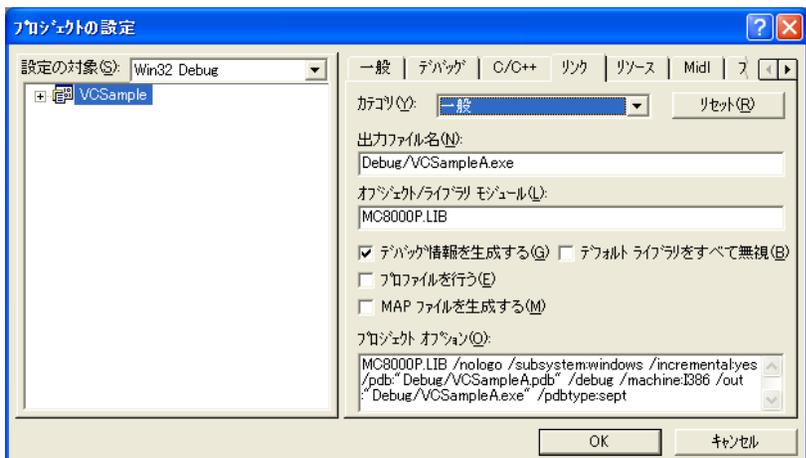

図 3.3-1 VC++6.0 プロジェクトの設定
- ① ¥Lib¥VC6フォルダに入っている2つのファイルMC8000P.libとMC8000P\_DLL.hを開発するアプリケーションのフォルダにコピーしてください。
- ② VC++の総合開発環境にてMC8000P\_DLL.hをご使用のプロジェクトに追加登録してください。また、API関数を使用するソースファイルにMC8000P\_DLL.hをincludeして下さい。
- ③ VC++6.0の場合は、[プロジェクト]-[設定]で「リンク」タブを選択し「オブジェクト/ライブラリモジュール」にMC8000P.libを追加して下さい。（「図3.3-1 VC++6.0プロジェクトの設定」を参照。）